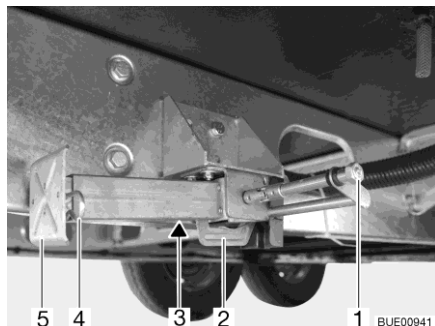

Bild 49 Stödben
- Placera hylsnyckeln på sexkanten (Bild 49,1) och vrid runt den tills stödbenet står rakt neråt.
- När längden på stödbenet kan justeras, dras sprinten (Bild 49,4) ut ur stödbenets förlängning (Bild 49,5).
- Placera hylsnyckeln på sexkanten (Bild 49,1) och vrid runt den tills stödbenet inte längre sitter mot marken.
- Skjut in stödbensförlängningen (Bild 49,5) helt och sätt in sprinten (Bild 49,4) i borrhålet på stödbensförlängningen.
- Vrid sexkanten (Bild 49,1) tills stödbenet svängs uppåt och spåret (Bild 49,2) är helt vid slutet av skåran (Bild 49,3).